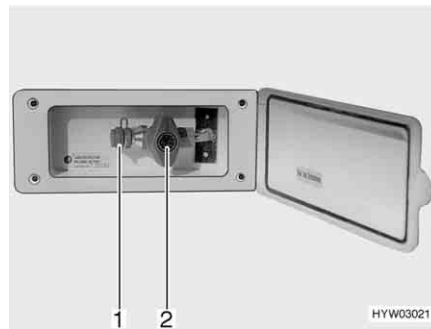

Fig. 120 Toma exterior de gas, válvula de paso de gas cerrada
La toma externa de gas (Fig. 120) está, en función del modelo, en la parte trasera o en el lado izquierdo o derecho del vehículo.
- Conectar el aparato de gas externo en el punto de conexión (Fig. 120,1).
- Abrir la válvula de paso de gas (Fig. 120,2).